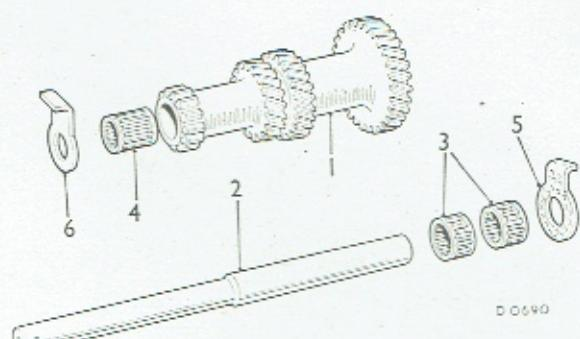

Fig. F.4
- 29) Monter bundhjulet med en trykskive af standardstørrelse ved den ene ende og mål gabet ved den anden ende. Der henvises til skemaet (se fig. F.4), så der udvælges en trykskive, der giver et endeslør på 0,05-0,15 mm. På 3-trins synkromesh gearkasser er den lille trykskive af standard størrelse, mens den store er selektiv; på 4-trins kasser er det omvendt.